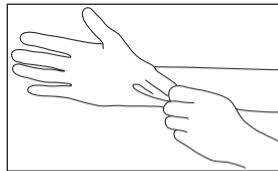

Fig. 6
1) Indossare sempre guanti protettivi, una maschera e occhiali protettivi per motivi di sicurezza e per ridurre al minimo il rischio di infezione (Fig. 6).